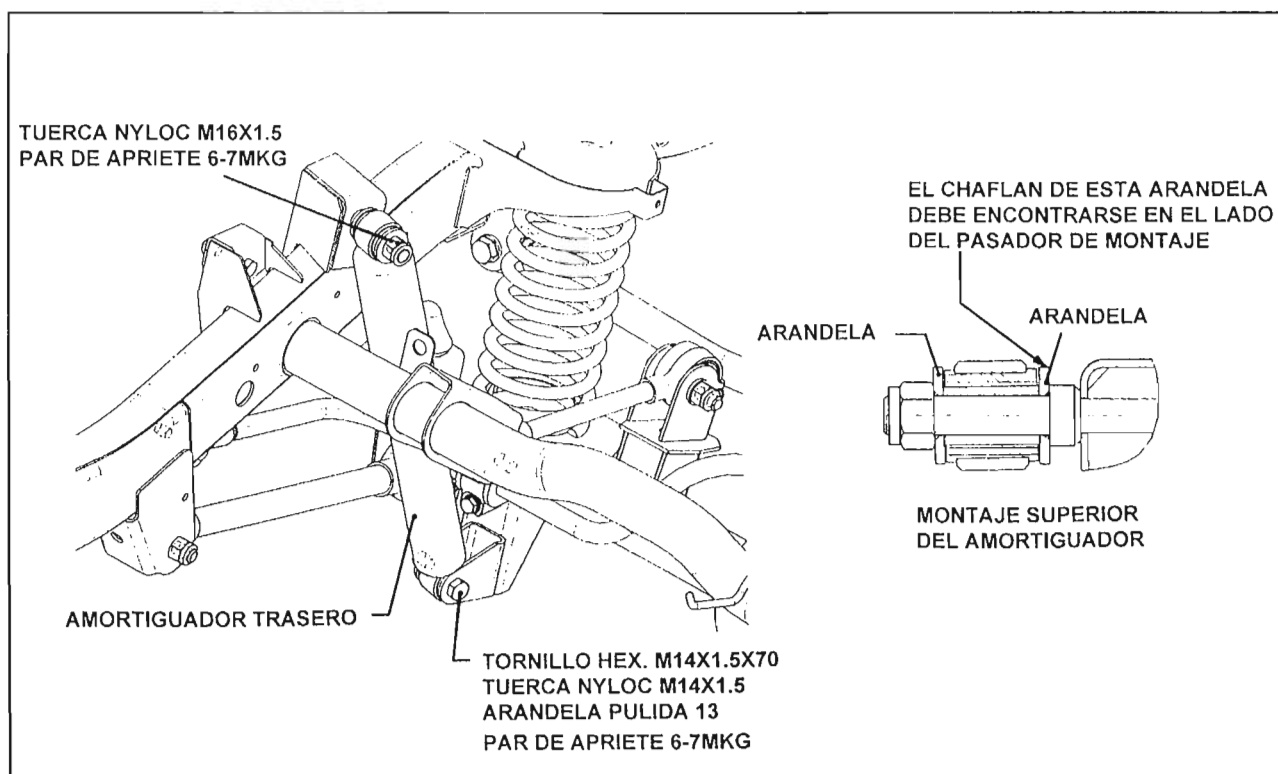

Fig.34 – Instalación del amortiguador
F) INSTALACIÓN DEL AMORTIGUADOR TRASERO (Fig.34)